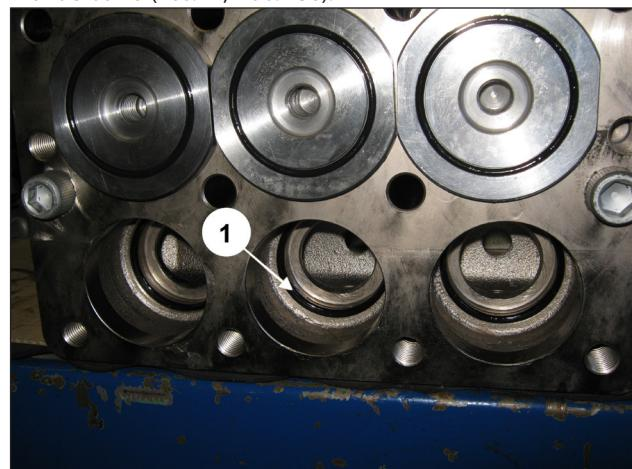

Abb. 136
Vergewissern Sie sich, dass O- und Stützring bündig im Sitz montiert sind (Pos. ①, Abb. 136).